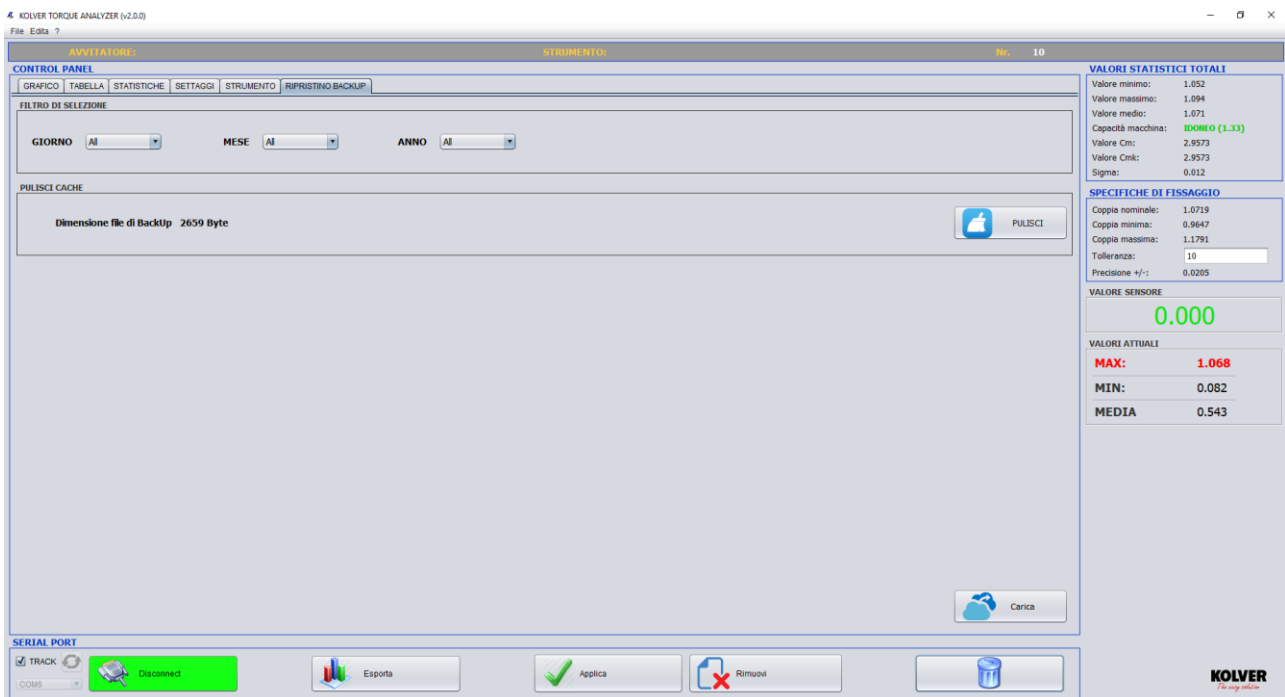

Fig.9: Sezione "BACKUP".
F. BACKUP: Il software salva automaticamente su un file di backup le misurazioni effettuate al fine di poterle recuperare in caso di malfunzionamento. A tal proposito è stata predisposta una sezione per effettuare il ripristino dei dati di backup con la possibilità di filtrarli per giorno, mese ed anno, nonché per data di eliminazione (Fig.9).